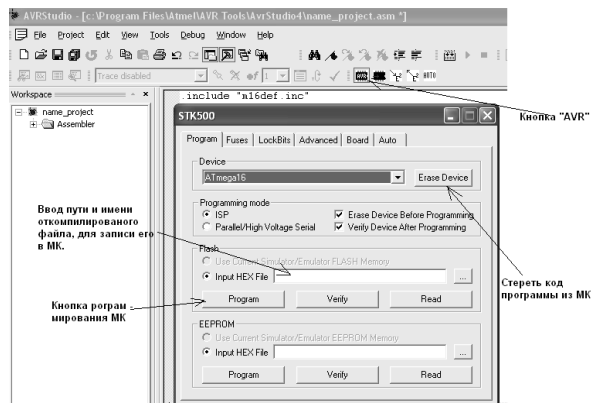

Рисунок 1.26 – Запис скомпільованої програми у мікроконтролер
- натиснути кнопку «AVR» на панелі «AVRStudio toolbar», з'явиться вікно «STK500» (рис. 1.26);